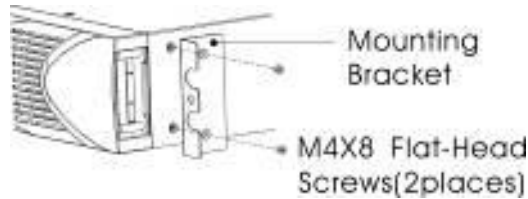

Abbildung 3: Installieren der Montagehalterungen
- i) Richten Sie die Montagehalterungen an den Schraubenlöchern auf jeder Seite der USV aus und befestigen Sie sie mit den mitgelieferten M4×8-Flachkopfschrauben (siehe Abbildung 3)